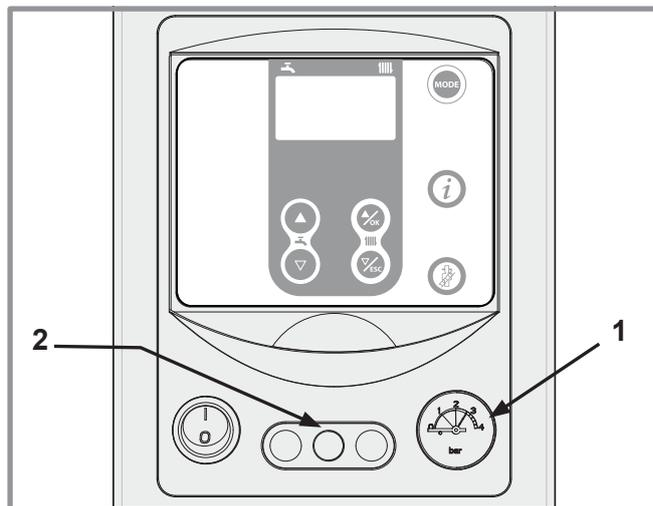

figure 49 - Manomètre - Reset
- Vérifier régulièrement la pression de l'eau dans le circuit chauffage (entre 1.5 et 2 bar) *rep. 1, figure 49*.
Certaines anomalies provoqueront la mise en sécurité de la chaudière (codes erreur **78, 128 et 133**). Dans ce cas, réarmer la chaudière : appui court sur le bouton blanc (voir repère **2, figure 49**).